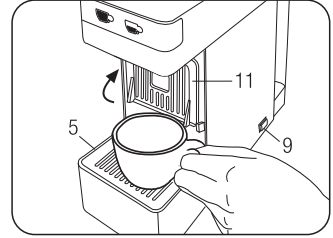
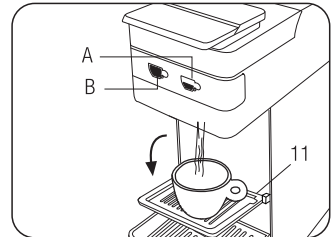

Fig. 5
Fig. 6
- Contrôler qu'il n'y ait pas de capsules à l'intérieur et allumer la machine en actionnant l'interrupteur principal (9)
- Poser une grande tasse vide sous le point de versement du café. **(Fig. 5)**
Quand les touches (A) et (B) s'allument en mode fixe la machine est prête pour l'utilisation. Presser la touche (A) ou (B); presser encore la touche quand la quantité d'eau souhaitée a été obtenue (Fig. 6). La machine est rincée lorsque 3 tasses d'eau au moins ont été versées.
Pour préparer un espresso – touche (A) (Distribution courte) –, positionner la grille supérieure (11) comme illustré Fig. 6. Pour les préparations qui nécessitent l'utilisation de tasses hautes, positionner la grille supérieure (11) comme illustré Fig. 5 et déposer la tasse directement sur la grille inférieure (5) (Fig. 5).